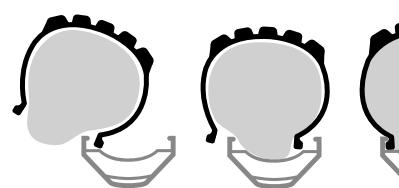

Figura 28. Primo tallone posizionato e camera d'aria fuori dal cerchio
- Posizionare il primo lato del tallone dello pneumatico nella base del cerchio iniziando dalla valvola. (Vedere Figura 28).